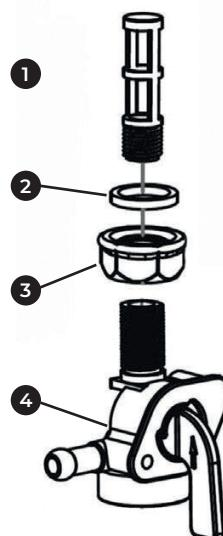

рис. 15.
В кране топливного бака установлен сетчатый фильтр 1 (Рис. 15). Рекомендуется не реже одного раза в течение 300 отработанных часов (или 1 раз в год) производить его очистку. Одновременно с очисткой топливного фильтра необходимо промыть и очистить топливный бак от грязи и конденсата.
2. Открутите контргайку 3 на 1-2 оборота (Рис. 15).
4. Выкрутите из корпуса 4 топливного крана сетчатый фильтр 1 (Рис. 15).